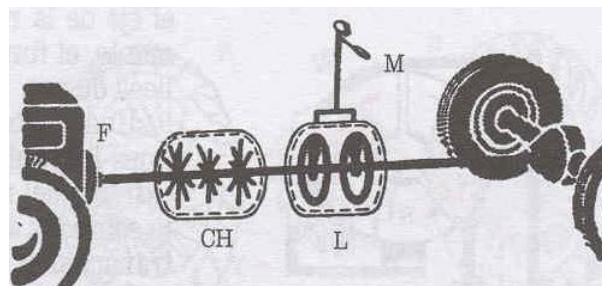

Figura 3. Evolución hacia el convertidor de par
- **Convertidor de par con caja de planetarios prácticamente automática** (Figura 3). El esquema señala el paso de la fuerza del motor F por el convertidor de par CH y caja de planetarios L gobernada por la palanquita M que da dos combinaciones únicas: "marcha normal" y "reducida" para casos excepcionales.